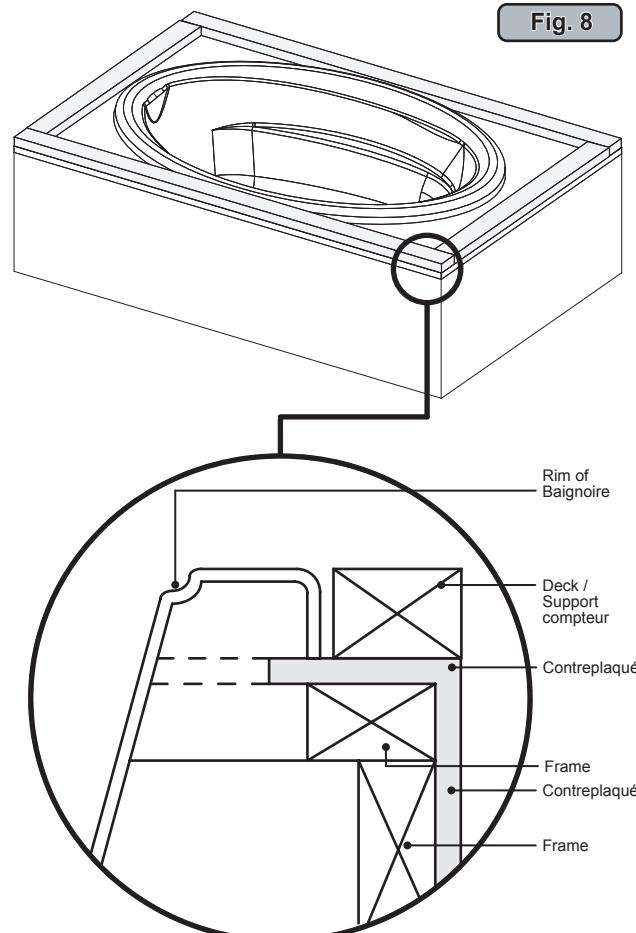

Fig. 8
- Fixez le pont conseils / soutien à la plate-forme à l'aide matériel approprié (Figure 8 - encadré). L' pont / planches de support compteur doit être au niveau de la jante de la baignoire.